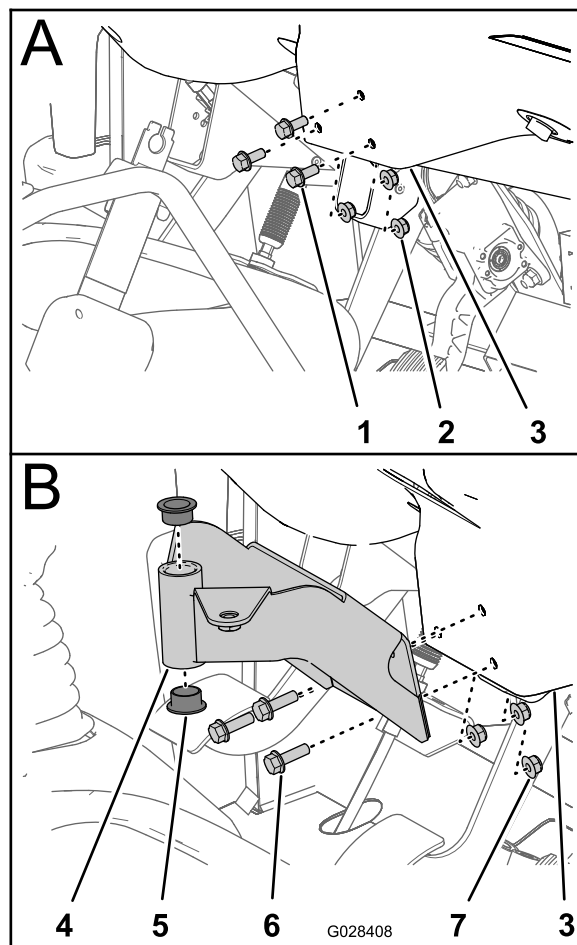

Figura 18
1. Rimuovete i 3 bulloni e i 3 dadi che fissano la parte centrale inferiore della plancia alla staffa di supporto del cruscotto (Figura 18).
2. Allineate i fori delle staffe di montaggio del quadro di comando con i fori sulla plancia e sulla staffa di supporto (Figura 18).
4. Serrate i dadi e i bulloni (Figura 18).
5. Inserite due boccole di plastica nella staffa di montaggio (Figura 18).